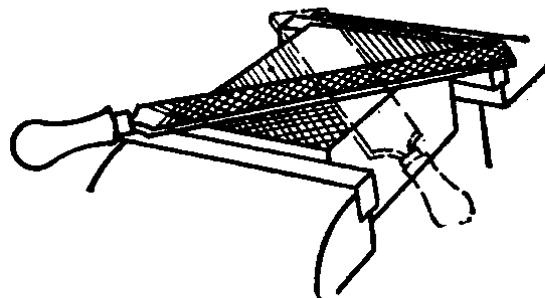

图1-10 交叉锉
**2. 交叉锉** 交叉锉是锉痕交叉的锉法，如图1-10所示。从锉痕交叉处的接合情况，可以判断锉面的平整程度，从而便于锉平面。同时交叉锉加大了锉刀与工件的接触长度，使锉刀的运动较为平稳。